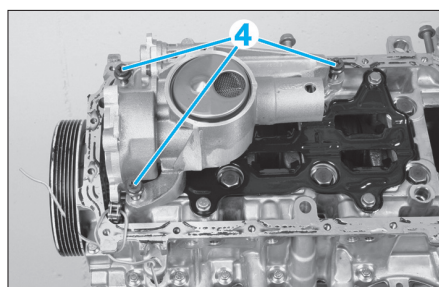

Fig. 61
- Déposer les vis (4) (Fig.61).